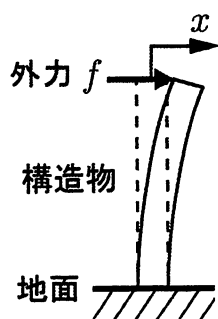
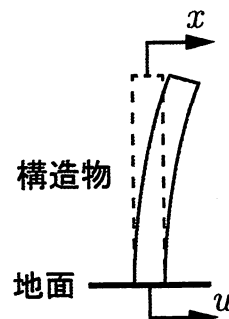
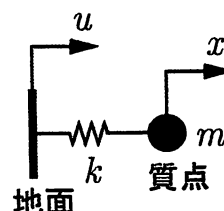

図2
図4
図5
問2 図2に示すように、構造物の最上端に水平方向へ静的外力 f を作用させて、最上端の水平方向変位 x を計測した結果、図3に示すように $x = af$ なる比例関係が得られた。また、この構造物の自由振動の周期を計測した結果、 T であった。次に、図4に示すように地面が振動する場合について、図5に示す1自由度の等価モデルを作成して考える。このモデルでは、構造物の曲げ変形の弾性をばね定数 k のばねで表し、構造物の慣性を質量 m の質点で表す。質点の変位を x 、地面の変位を u とする。ただし、地面が振動していないときの静的つり合い位置を $x = 0$ 、 $u = 0$ とし、いずれも慣性座標系で定義する。なお、 x は構造物の高さに対して十分小さい。また、重力の影響は無視できる。
- (1) ばね定数 k を、計測で得られたパラメータで表せ。また、等価モデルの質点の変位 x について自由振動の運動方程式を表せ。ただし、 $u = 0$ とする。
- (2) 構造物の振動の減衰は十分小さく、計測された振動周期は不減衰自由振動の周期と見なしてよいとする。このとき、等価モデルの質量 m を、計測で得られたパラメータで表せ。
- (3) 図5の等価モデルにおいて、 $u = u_0 \sin \omega t$ の変位加振に対する x の定常応答を、縦軸を振幅、横軸を ω のグラフで図示せよ。
- (4) 以下の3つの記述の下線部について、それぞれ誤りがあれば、その部分を適切に正せ。誤りがない場合は、誤りはないと回答せよ。
- (i) 図2の構造物が、長方形断面の様な片持ち梁であるとする。構造物の高さと材料を変えずに、断面の寸法を2倍に相似拡大した構造物について、自由振動の周期を計測すると $T/2$ であった。この相似拡大構造物の最上端の変位 x に対する等価モデルのばね定数 k は、梁の断面2次モーメントに比例する。このとき、質量 m を設問(2)の答えの2倍とすると、等価モデルの自由振動の周期が計測結果に一致する。
- (ii) 図2の構造物の振動の減衰を考慮する。図4の等価モデルに減衰比 ζ を与え、粘性減衰振動系とする。このとき、 ζ が大きくなると、等価モデルにおいて振幅が最大となる周波数は高くなる。
- (iii) 図2の構造物の、曲げ振動の2次の固有モード形において、構造物の最上端は節となる。